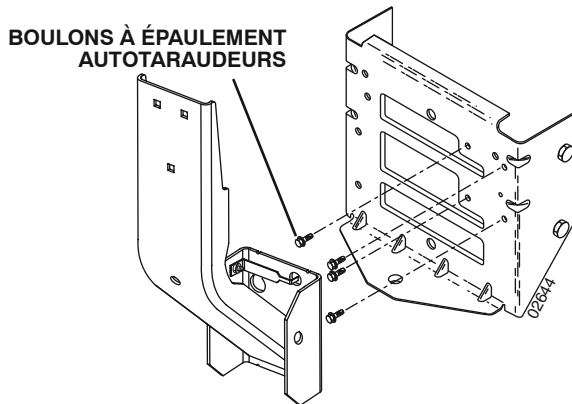

Fig. 1B
REMARQUE : Si la nouvelle barre d'attelage dispose déjà de quatre (4) boulons à épaulement, suspendre simplement le support de montage sur les boulons. Jeter les boulons à épaulement inclus et ne pas tenir compte de la Fig. 1B.
BOULONS À ÉPAULEMENT AUTOTARAUDEURS (voir Fig. 1B)